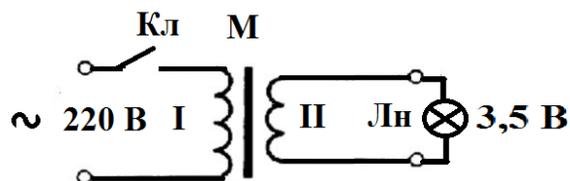

Рис. 3.
4. Опыт. Соберем электрическую цепь согласно рис. 3, состоящую из понижающего трансформатора с магнитопроводом М, ключа Кл, лампы накаливания Лн на 3,5 В. На первичную обмотку подается напряжение 220 В. Замкнем ключ Кл. Лампа Лн загорится.